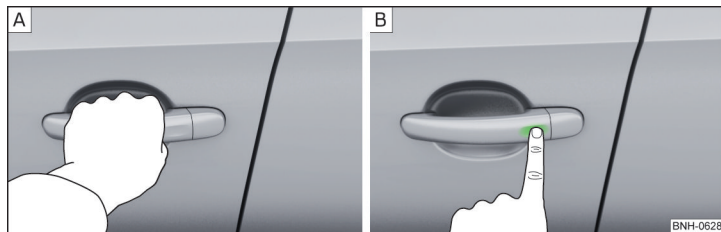

Fig. 48 Descuierea/încuierea autovehiculului
▶ Trageți de mânerul portierei, pentru a **descuia** autovehiculul » fig. 48 - A.
▶ Pentru a **încuia** autovehiculul, atingeți cu degetul senzorul din mânerul portierei » fig. 48 - B.